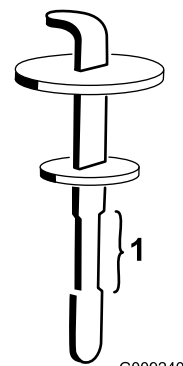

図 88
5. 補給口の首からディップスティックを抜き、ウェスできれいに拭く。もう一度首に差し込んで引き抜き、オイルの量を点検する 図 88。